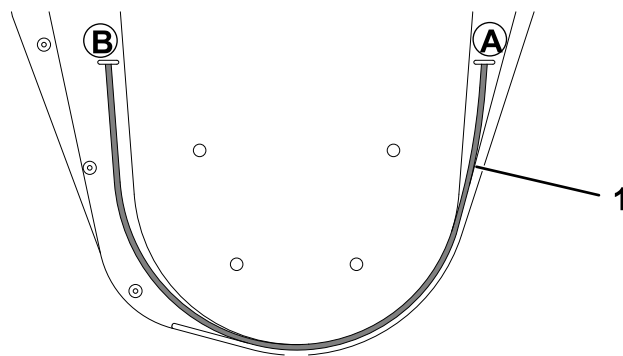

Figura 24
- Corte el hilo de corte nuevo a una longitud de 55 cm (21½") o use la guía de longitud (Figura 24) como se indica a continuación: